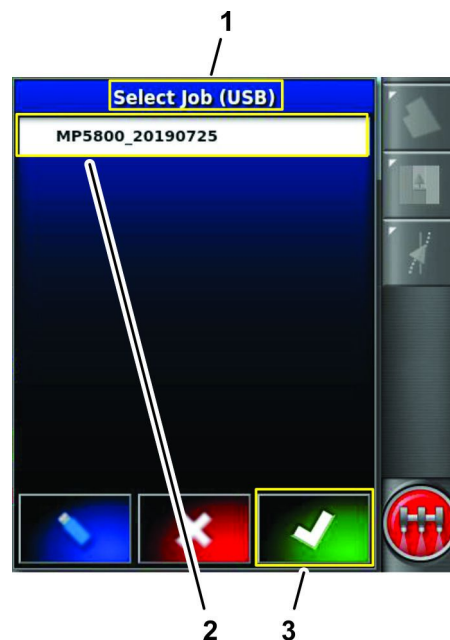

图 95
6. 按想要传输到另一台机器上的作业的图标然后按“确认”图标图 95。